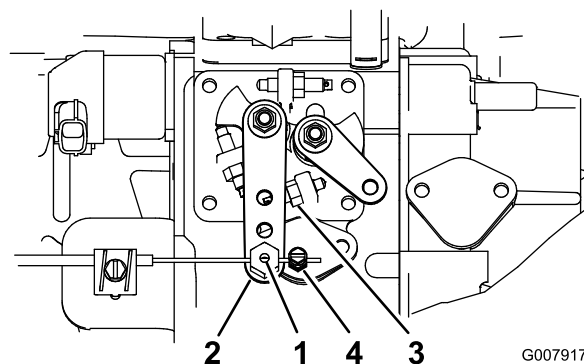

Figure 65
3. Maintenez le bras de levier de la pompe d'injection en appui contre la butée de régime maximum de marche à vide (Figure 65).
2. Desserrez la fixation du câble d'accélérateur sur le bras du levier de la pompe d'injection (Figure 65).